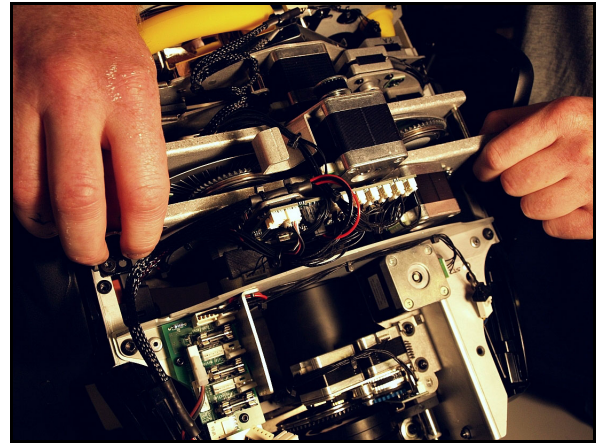

Figure 25: Retrait du module de projection
5. Voir Figure 25. Soulevez le module de projection hors de la tête et placez-le sur une surface de travail, les moteurs vers le bas.